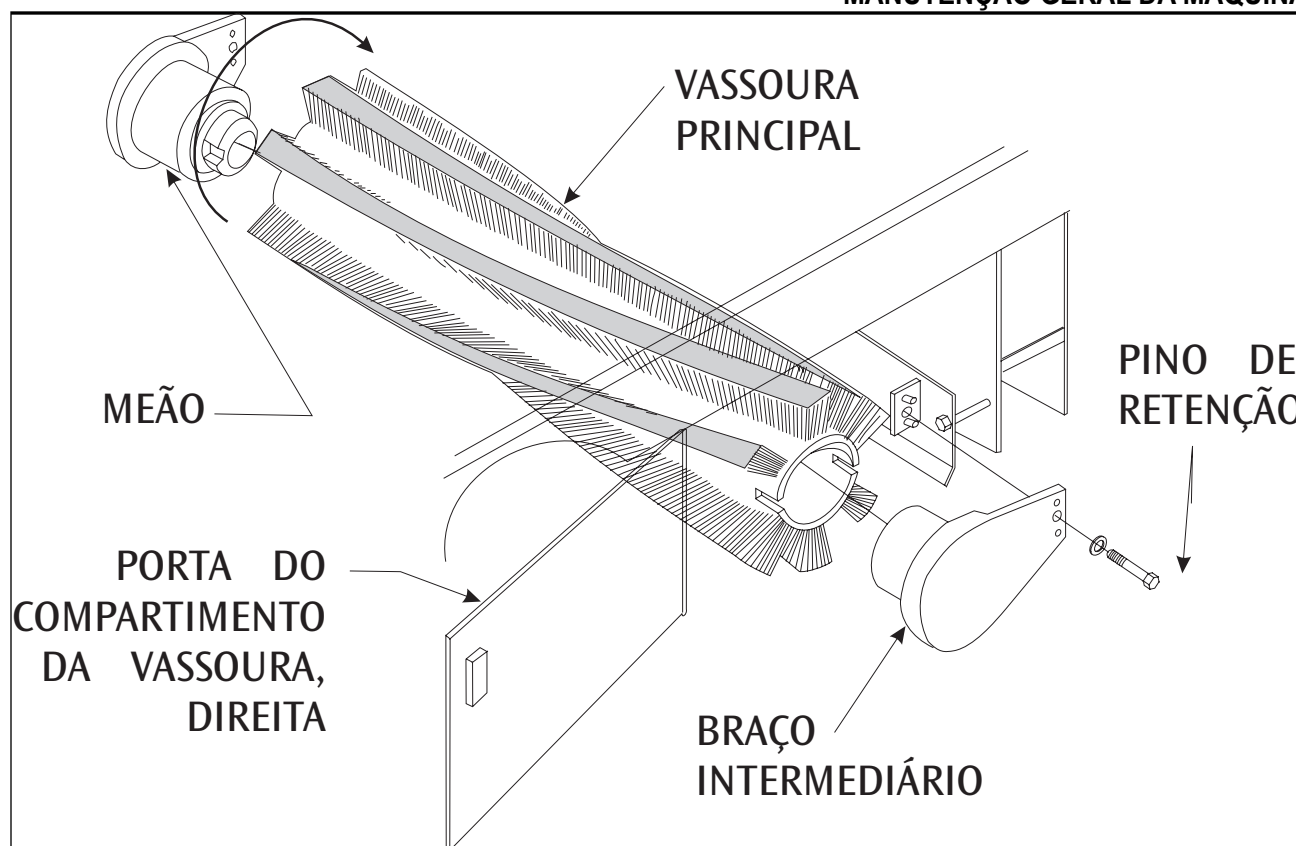

FIGURA 14
3. Remova o parafuso retentor (ver Figura 14).